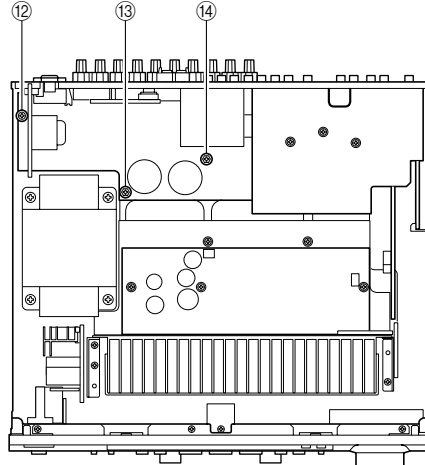

Fig. 5
- ⑫のネジ1本、⑬のネジ1本、⑭のネジ1本を外します。(Fig. 5)